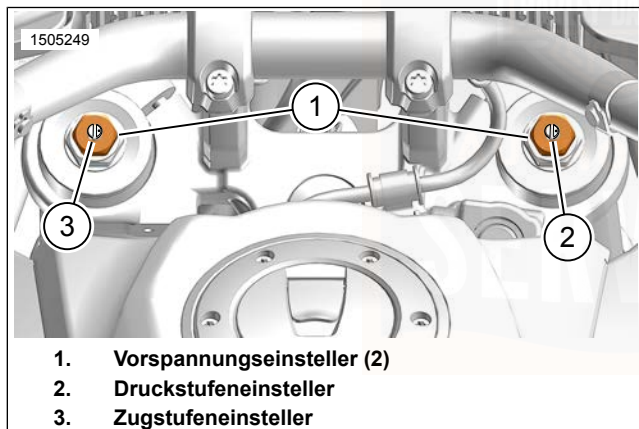

Abbildung 18. Einsteller für Vorderradfederung
Siehe Abbildung 18. Die Schraube des Druckstufeneinstellers (2) befindet sich auf dem rechten Tauchrohr.
Siehe Abbildung 18. Die Schraube des Zugstufeneinstellers (3) befindet sich auf dem linken Tauchrohr.
2. Die Schraube des Zugstufeneinstellers (3) um die empfohlene Anzahl von Umdrehungen gegen den Uhrzeigersinn drehen. Siehe Tabelle 26.
Siehe Abbildung 18. Die Vorspannungseinsteller (1) befindet sich jeweils auf dem Tauchrohr.